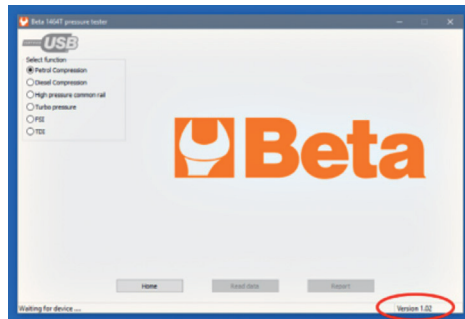

Abb. 1
- Überprüfen, dass die Softwareversion des PCs 1.2 oder höher ist. Falls die Softwareversion des PCs älter ist, die Software ausführen, um sie automatisch zu aktualisieren; nach erfolgreichem Start der Software etwa eine Minute abwarten, damit die neue Software des PCs heruntergeladen wird; beim nächsten Start der Software ist die neue Version installiert. (Die Version wird in der Ecke unten rechts des Fensters angezeigt. Siehe Abb. 1)